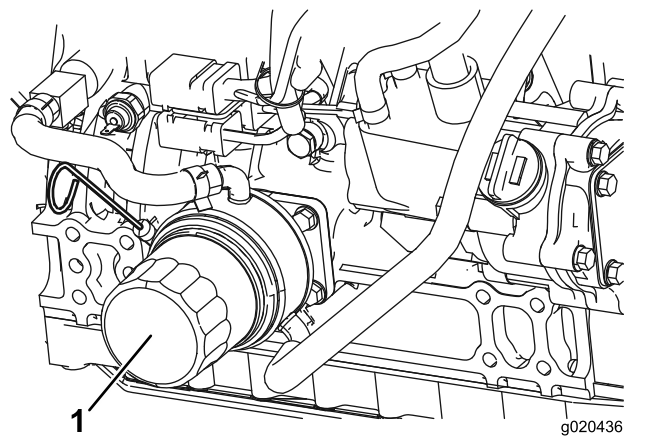

図 30
2. オイルフィルタ図 30 を外す。新しいフィルタのシールに薄くエンジンオイルを塗って取り付ける。締めすぎないように注意すること。